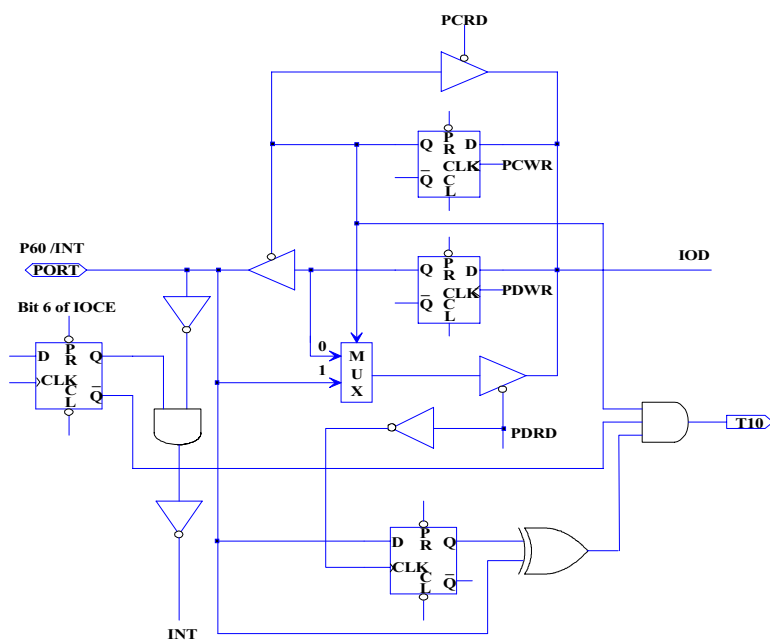

图7 P60(INT)的I/O端口和I/O控制寄存器电路
- 当 EIS 为 “0” 时, /INT 通道被屏蔽。为 “1” 时, /INT 管脚的状态可以由 P6 端口读取 (R6)。参考图 7